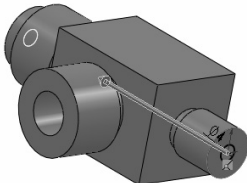

图 7-60 “切除-拉伸”属性管理器 2
12) 创建直径为 4 的孔。单击“特征”控制面板中的 (拉伸切除) 按钮, 或选择菜单栏中的“插入”→“凸台/基体”→“切除”命令, 系统弹出“切除-拉伸”属性管理器; 设定拉伸终止条件为“完全贯穿”, 其他选项保持系统默认设置, 如图 7-60 所示, 单击 (确定) 按钮, 生成直径为 4 的孔。